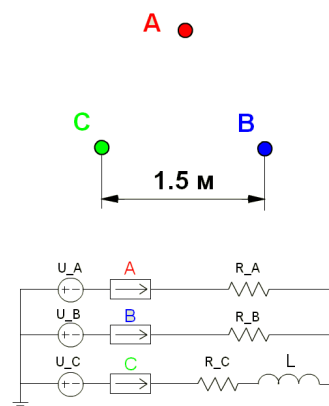

Рис. 1.1
2. Прочтите условия задачи: Дано: 3-х фазная система электропередачи Рис.1.1,
Теперь, когда модель построена, необходимо построить схему, показанную на рис. 1.1. Для этого в левом поле программы находим вкладку **Связи задачи/Электрическая цепь**. На главной панели появляется дополнительная панель в которой есть все необходимые элементы для построения электрической схемы представленной на рис. 1.1.